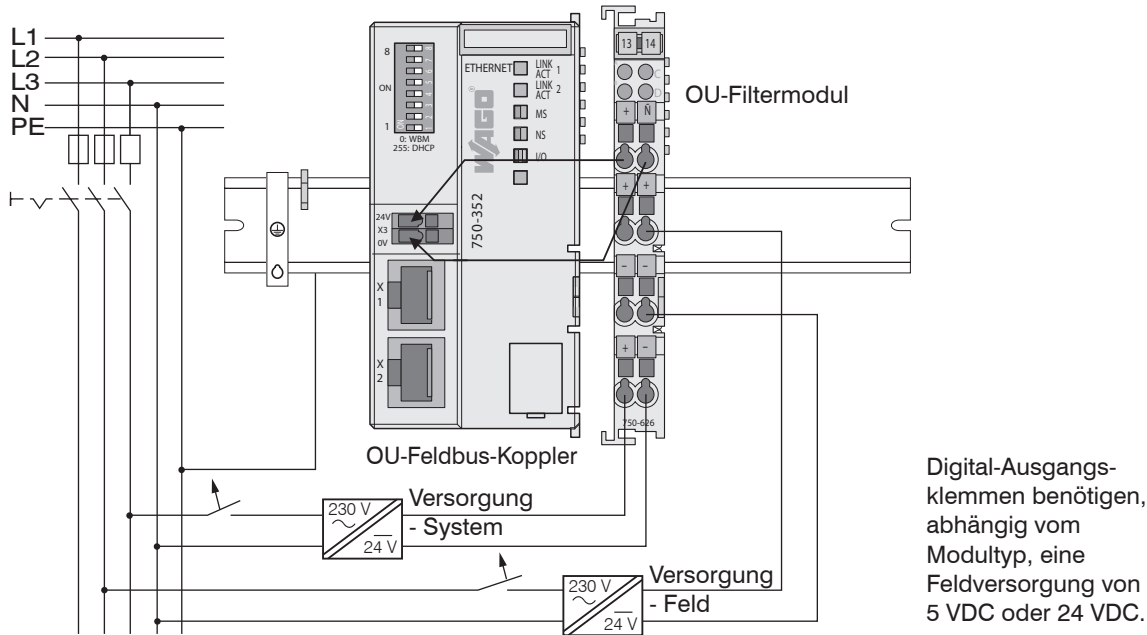

Abb. 37 Getrennte Netzteile für die System- und die Feldversorgung (Ethernet)
- Verbinden Sie die Kontakte „Systemversorgung (out)“ des OU-Filtermoduls mit den Kontakten „Systemversorgung (in)“ des Feldbuskopplers (0 V und 24 V, siehe Abb. 37).
- Verbinden Sie die Systemversorgung (in) des OU-Filtermoduls mit der Spannungsversorgung (0 V und 24 V, siehe Abb. 37).
- Verbinden Sie die Feldversorgung (in) des OU-Filtermoduls mit der Spannungsversorgung (0 V und 5 V/24 V, siehe Abb. 37).